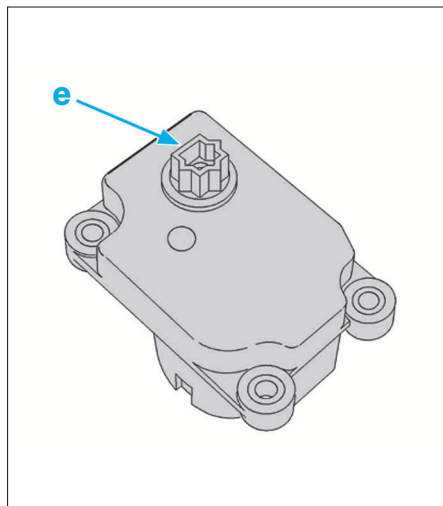

FIG. 29
- Déposer les vis (8), puis le motoréducteur d'entrée d'air (7).
- **A la repose**, procéder à l'inverse de la dépose et en alignant les détrompeurs (e) (Fig.29), des motoréducteurs.